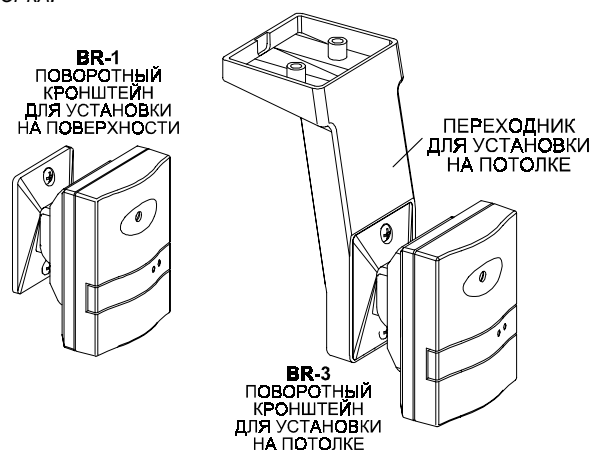

Рисунок 4. Поворотные кронштейны для установки
3.6 Дополнительные монтажные приспособления (Рис. 4)